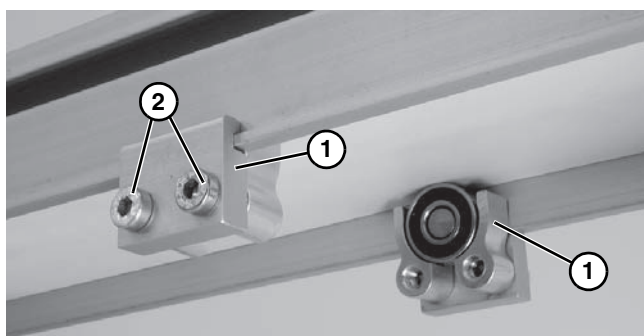

Figure 14
3. Rollenbausätze (**Figure 14, item 1**) wie gezeigt montieren. Schrauben (**Figure 14, item 2**) mit einem Drehmoment von 7 Nm (60 in-lb) anziehen.